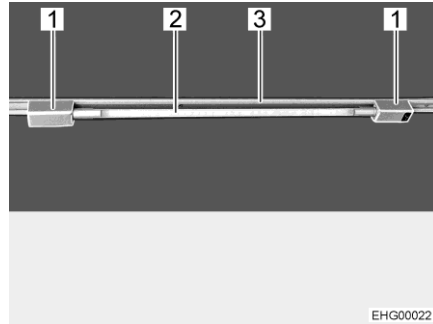

Fig. 27 Tube lumineux
Mettre le tube lumineux en place : ■ Placer les deux supports (Fig. 27,1) dans le rail (Fig. 27,3). Tourner pour ce faire les support de 90°.
■ Ficher le corps de la lampe (Fig. 27,2) dans un des supports.
Tourner le tube lumineux : ■ Tourner le corps de la lampe (Fig. 27,2) jusqu'à obtenir l'effet lumineux désiré.